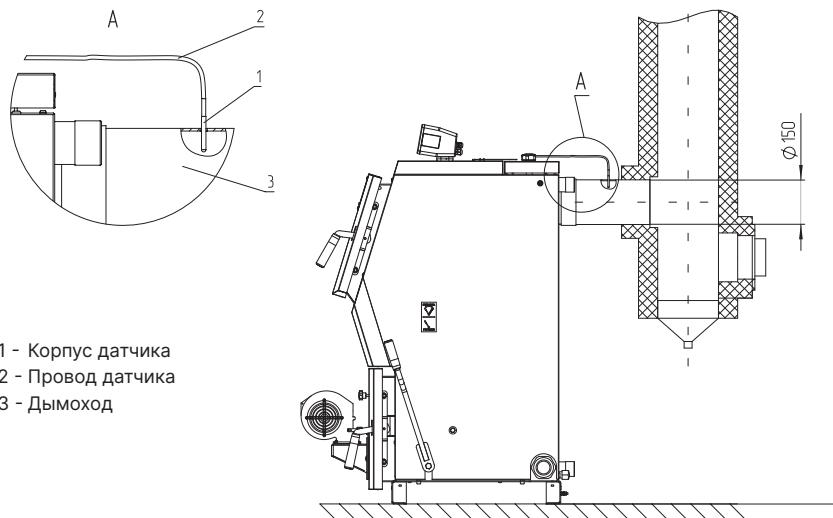

Рис.13 Установка датчика температуры дымовых газов
- Просверлите два отверстия D = 3 мм на патрубке дымохода (**Рис.13, поз.3**) для саморезов и одно отверстие D = 8 мм под гильзу датчика температуры дымовых газов, используя пластину датчика Pt1000 как шаблон как показано на **Рис.13**.